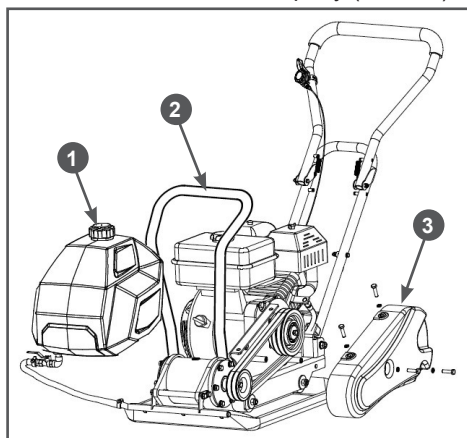

Рис. 25 Снятие бака для воды
- снимите бак 1 для воды с кронштейна 2 и отложите его в сторону (Рис. 25).
2. Снимите бак для воды и отложите его в сторону (Рис. 25).
3. Открутите болты крепления и снимите кронштейн бака с рамы виброплиты (Рис. 25).